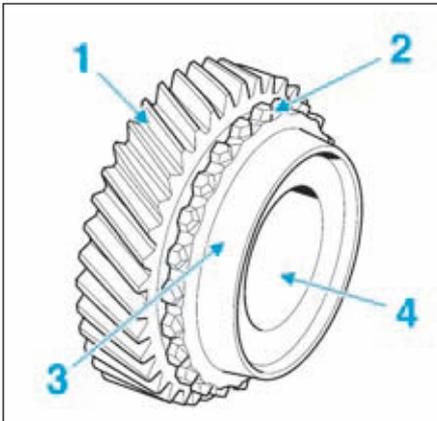

FIG.19
• Vérifier que (Fig.19) :
- les dentures (1) ne sont ni cassées, ni ébréchées.
- les crabots (2) ne sont cassés, ni ébréchés, ni usés.
- le cône de friction (3) ne présente pas de rayure ou de blousissement.
- la paroi interne (4) ne présente pas de trace de grippage ou d'usure.